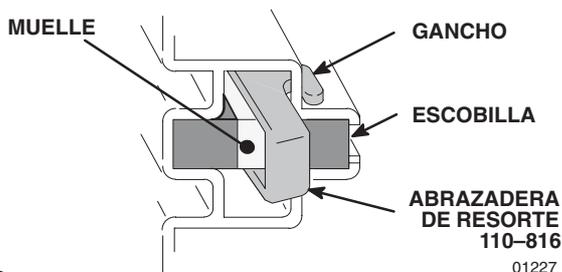

Fig. 10
3. Empuje la abrazadera de resorte para liberar los ganchos del portaescobillas. Saque la abrazadera de resorte. Vea la Fig. 10.